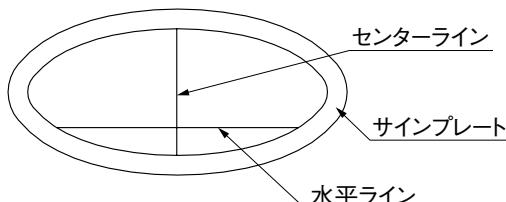

図5-1
- サインプレートにあとから消せる物で、センター・ラインと水平・ラインを引いてください。（図5-1参照）